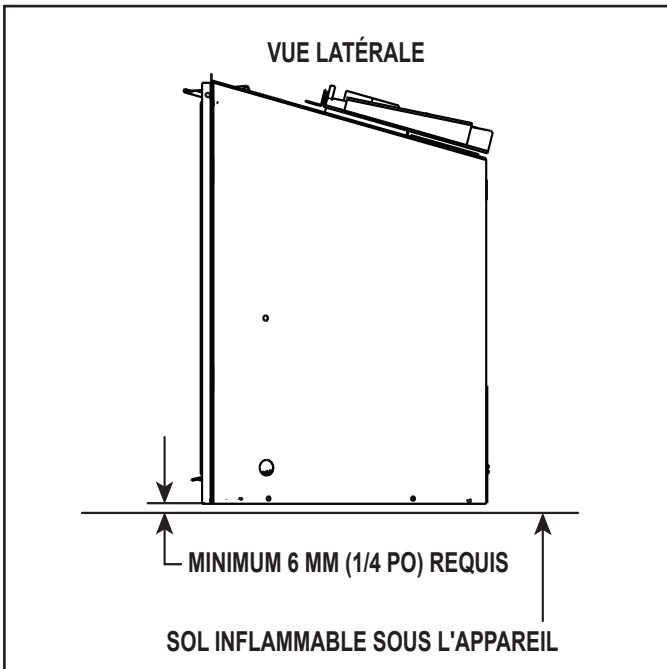

Figure 3.19 Dégagement par rapport au sol pour combustible solide
- Un espace minimal de 6,35 mm (1/4 po) entre le fond de l'appareil et le sol métallique de la boîte à feu pour combustible solide est **OBLIGATOIRE**. Voir la vue latérale à la figure 3.19.
- Un sol inflammable sous l'appareil est acceptable avec un espace de 6,35 mm (1/4 po). Voir la figure 3.19.